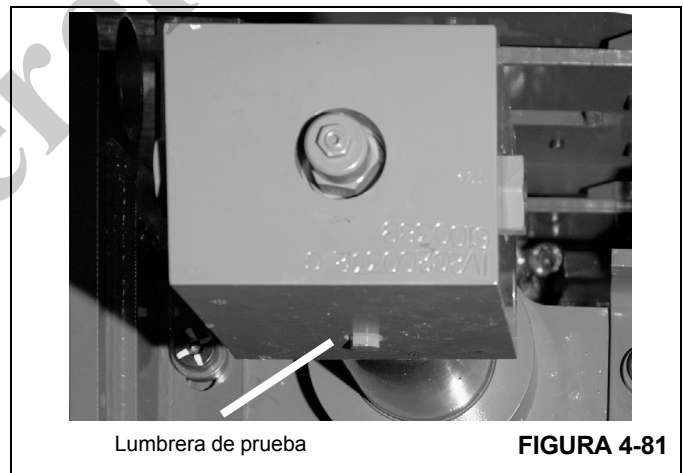

FIGURA 4-81
35. Gire el bloque de lumbreras del cilindro telescópico de modo que la lumbrera de prueba quede hacia abajo (Figura 4-81).